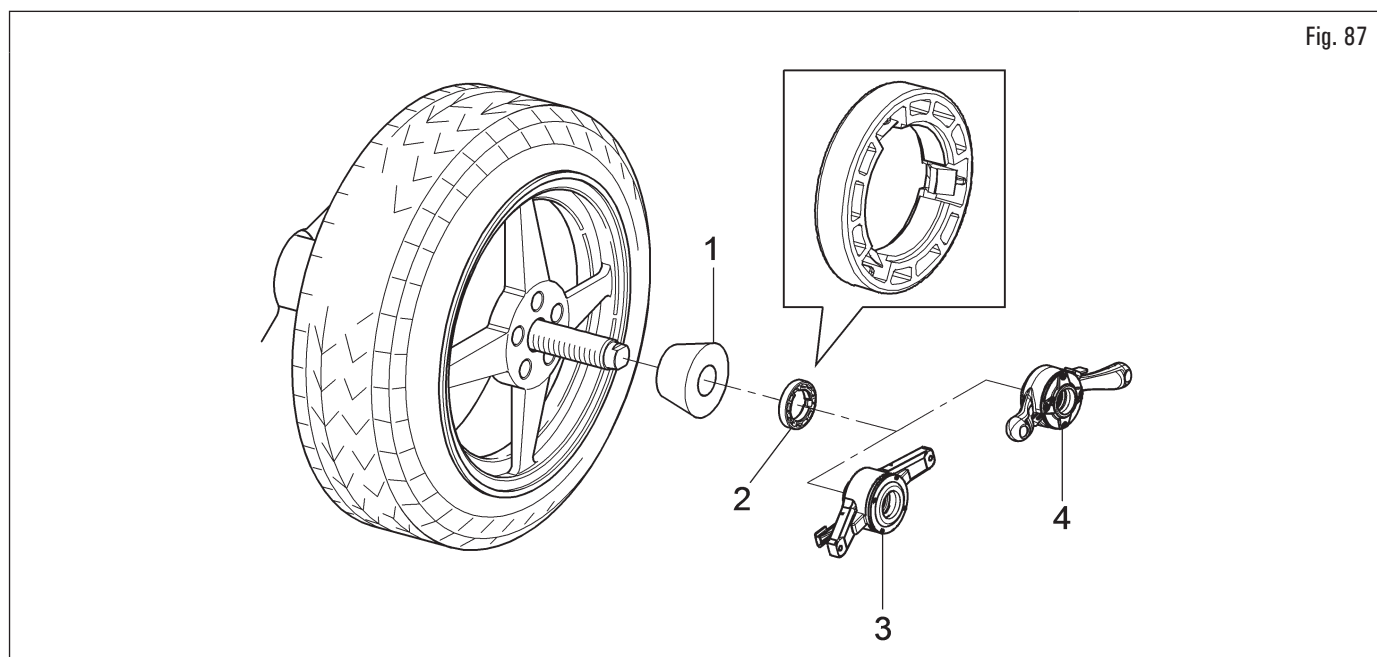

Fig. 87
3. scegliere attentamente il cono (Fig. 87 rif. 1) adatto alla ruota da equilibrare. Questi accessori dovrebbero essere scelti in base alla forma del cerchio. Montare il cono (Fig. 87 rif. 1) con la parte più stretta rivolta verso la ruota;
4. inserire l'anello pressore (Fig. 87 rif. 2) nella ghiera rapida (Fig. 87 rif. 3) (per i modelli che la prevedono) o nella ghiera auto (Fig. 87 rif. 4) (per i modelli che la prevedono) e fissare il cono (Fig. 87 rif. 1).
L'anello pressore (Fig. 87 rif. 2) deve essere montato con il lato dei denti, o scarichi, rivolto verso la ghiera (Fig. 87 rif. 3 o 4).